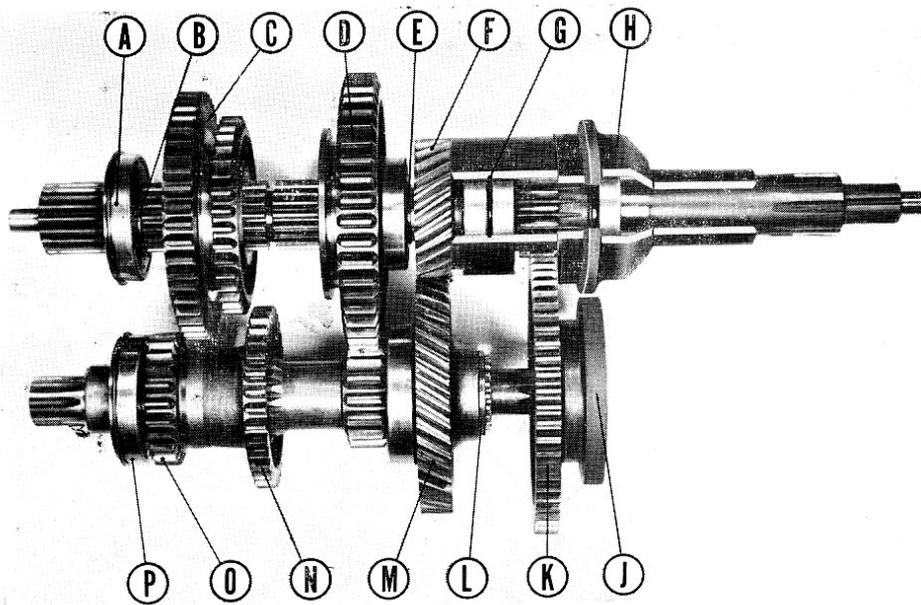

Fig. 1
- 1° Tirer l'arbre vers l'arrière en faisant lever sur le pignon de l'arbre primaire (fig. 1-F) véhicule de façon à dégager le roulement AR (A) de son logement.
- 2° Dévisser les 4 vis de fixation du boîtier de roulement (fig. 1-J), déposer le couvercle, son joint et à l'aide de la pince MAPU le circlip de maintien de l'arbre intermédiaire de P.T.O.
- 5° Sortir par le haut du carter de boîte, le pignon d'entraînement de P.T.O. (fig. 1-K).
- 4° Dévisser les 4 vis de fixation du boîtier (fig. 1-H) d'arbre primaire et déposer celui-ci.
- 5° Extraire le circlip à œils (fig. 1-G) de retenue du roulement AR de l'arbre primaire creux.
- le circlip AV (fig. 1-L) de maintien du pignon d'entraînement de l'arbre,
- 2° Déposer le pignon (M) d'entraînement de l'arbre.
- 4° Extraire du carter le roulement AR (P) de l'arbre.